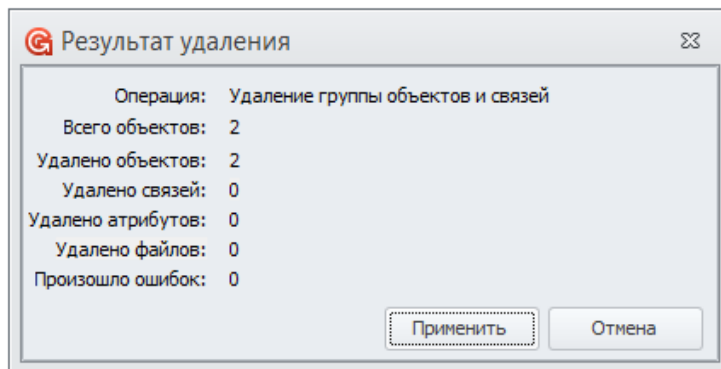

Рисунок 24: Пример окна "Результат удаления"
5. В открывшемся окне «**Результат удаления**» нажать кнопку **Применить** (рис. 24).